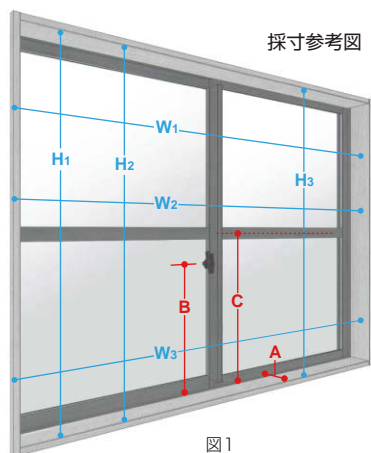

図1
■ 窓台(右頁図1のA部)の寸法をご確認ください。
①	木額縁に傷み(腐朽・割れ)がないこと
②	木額縁が窓台にしっかり固定されていること
■ 内窓取付部の基本寸法W、Hは最低3カ所(図1のW₁~W₃、H₁~H₃)で採寸し、最小値をW、Hとしてください。